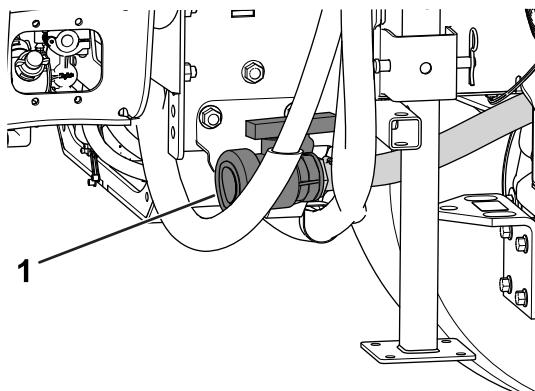

Figura 93
2. Localize a válvula de escoamento do depósito no lado direito da máquina (Figura 93).